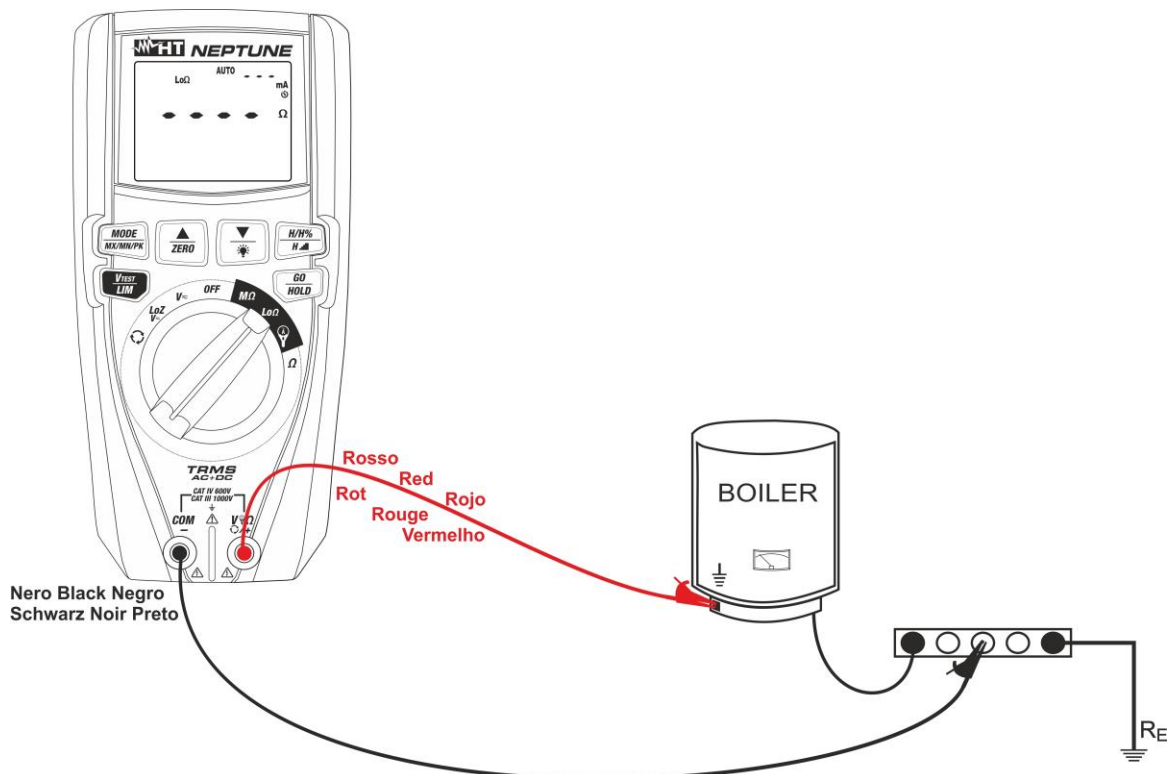

Fig. 25: Uso del instrumento para medida continuidad en modo AUTO
7. Inserte el conductor rojo en el terminal de entrada **V $\Omega$ +/+** y el conductor negro en el terminal de entrada **COM/-** y conecte el instrumento a la instalación (ver la Fig. 25)